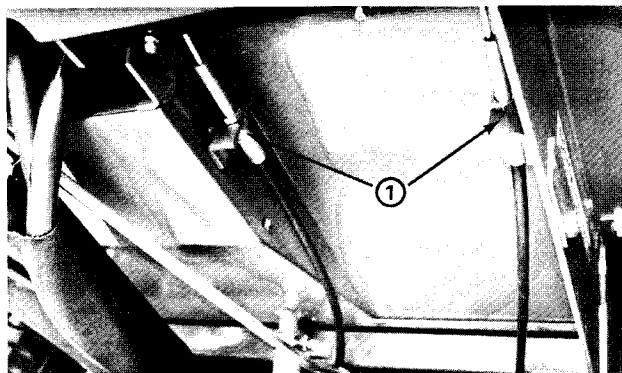

Figure 8
1. Loosen the brake cable jam nuts (Fig. 8).